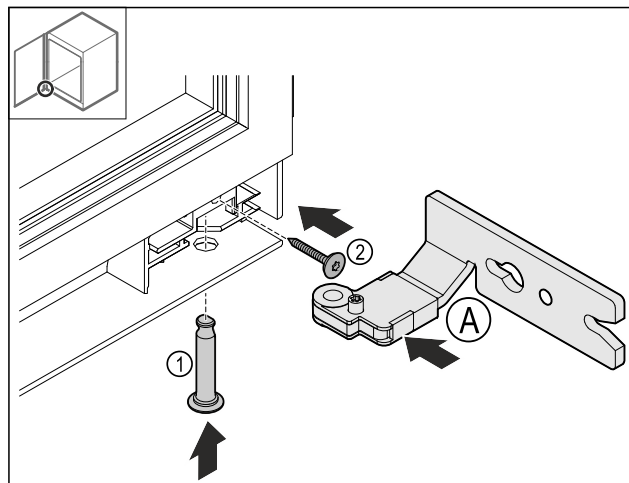

Fig. 27
- Vložte spodní závěs Fig. 27 (A).
- Nasad'te a pevně držte čep Fig. 27 (1).
- Pevně držte šroub Fig. 27 (2).